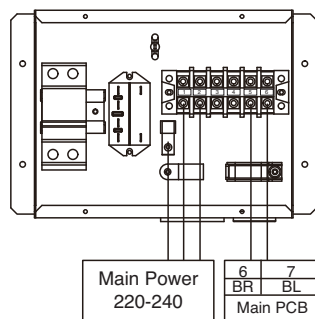

Figura. 2
**Paso 2.** Collegare il serbatoio dell'acqua all'alimentazione principale come illustrato in figura 2.
**Paso 3.** Collegare il kit del serbatoio dell'acqua all'assieme PCB principale come illustrato in figura 2.